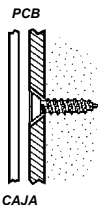

Figura B.4.: Posición Tornillo de Montaje
- Monte la parte posterior del gabinete utilizando dos tornillos y retirando el PCB. Use tornillos ISO 7050 (ST3.5 x 22) o similares de modo tal que la cabeza del mismo no toque el PCB – ver figura B.4.